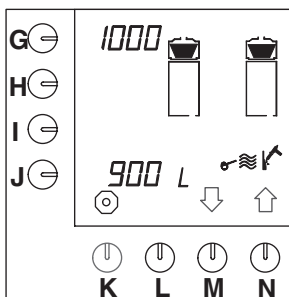

Abb. 39 Entkalkungsmeldung für das Kaffeebrühsystem
- Drücken Sie auf die Wahl taste (M.)↓, bis Abb.39 im Display erscheint.